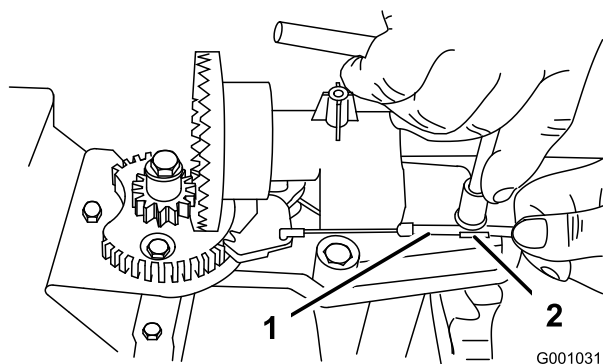
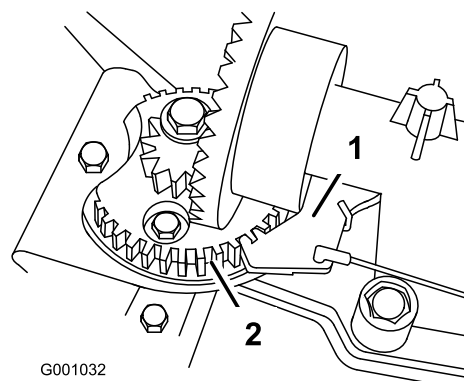

Figure 55
Figure 56
2. Desserrez le boulon du serre-câble (Figure 55).
3. Saisissez la gaine du câble et déplacez-la vers l'avant de la machine jusqu'à ce que le cliquet de verrouillage de la goulotte s'engage complètement dans les dents du secteur (Figure 55 et Figure 56).
Remarque: Le cliquet est rappelé par ressort et s'engage naturellement dans les dents du secteur (Figure 56).